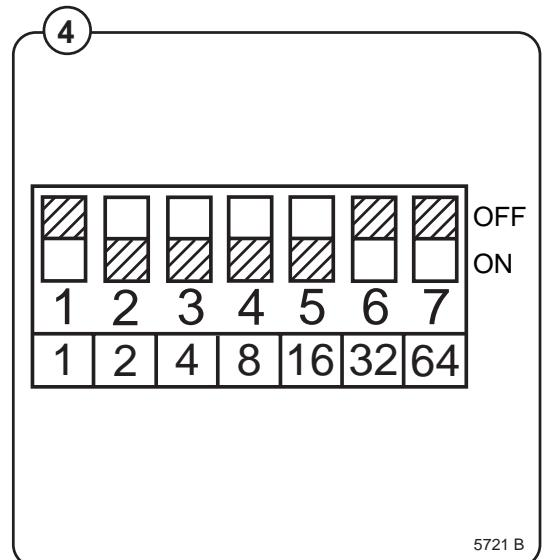

Fig. 2 Ej. 2
- Fig. 2**
Fig. 2 El interruptor S1 se utiliza para establecer la proporción entre las dos monedas. Si la ranura del contador es para una sola moneda, todos los interruptores deben estar en la posición OFF.